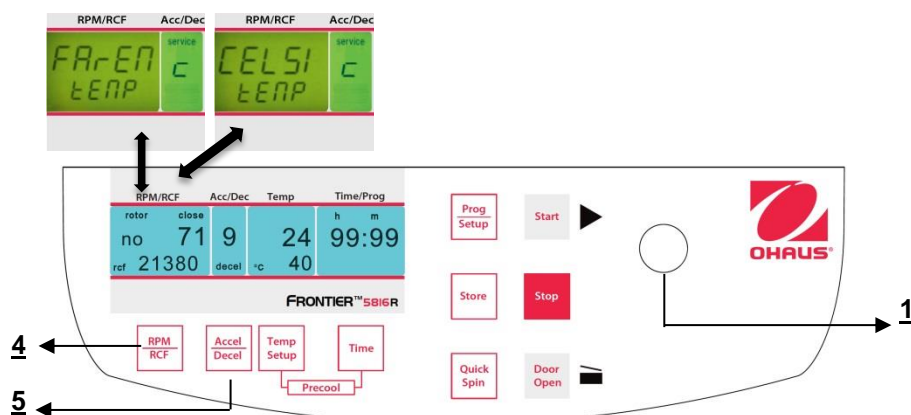

Figura 31
Procedere come descritto al punto 4.1.1 per inserire questa modalità programma e poi premere il tasto **"Accel/Decel"** (5). **Sul display "Acc/Dec"** (A-2) compare la parola **"Service"**. Selezionare adesso la lettera **"C"** con la manopola di regolazione (1). Di conseguenza, sul display **"RPM | RCF"** (A-1), appaiono le parole **"CELSI/temp"**. Se si preme il tasto **"RPM | RCF"** (4), lampeggia la parola **"CELSI"** e si può modificare il display Fahrenheit **"FAREN"**, con la manopola di regolazione(1) (Vedere figura 31). Dopo che si sono salvate le impostazioni (Vedere 4.1.1) ritornare nuovamente alla modalità normale disconnettendo la centrifuga per un breve tempo.